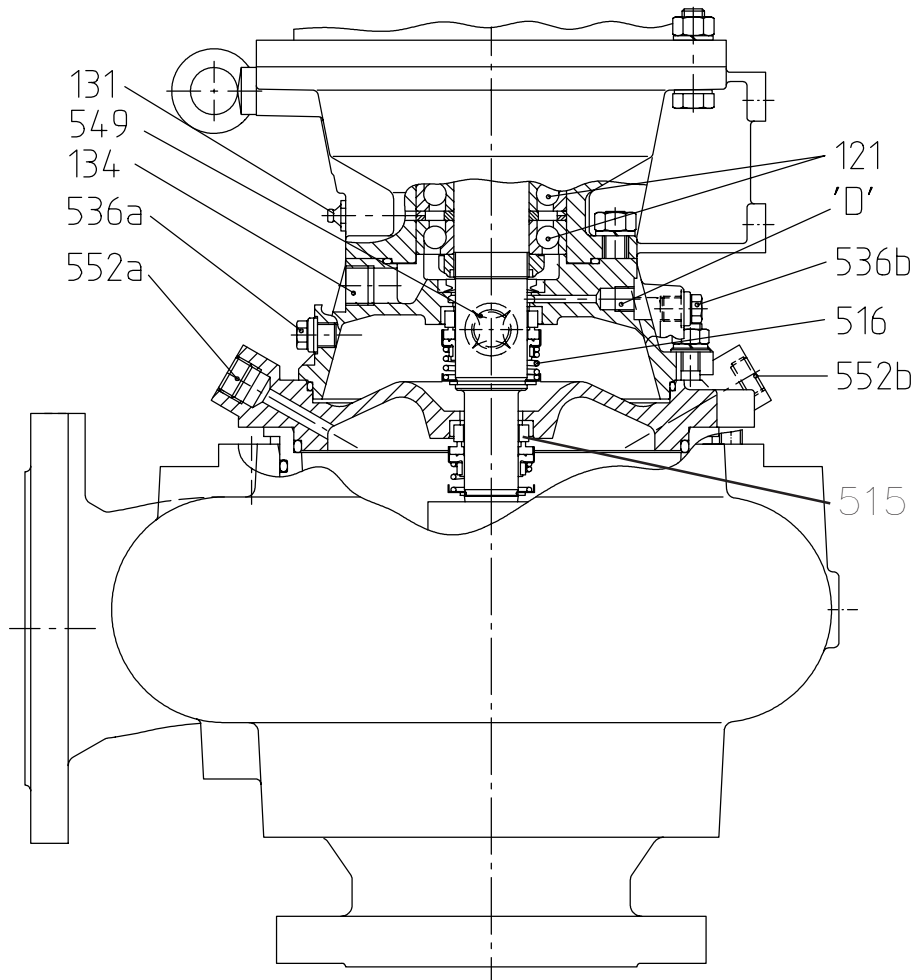

fig.2.3
2.6.3 BEDRIJFSAANSLUITINGEN, fig 2.3
Bij het smeren van de lagers via smeerpunt 131 (fig.2.3), moet stop 134 worden verwijderd om oud vet af te voeren.